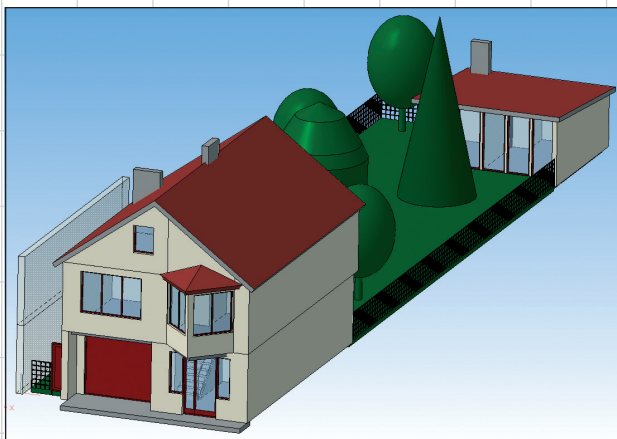

Рис. 1. Проект двухэтажного коттеджа
- двухэтажный коттедж с внутренним двориком и летней комнатой. Комплексный тест всех приложений технологии MinD (рис. 1);